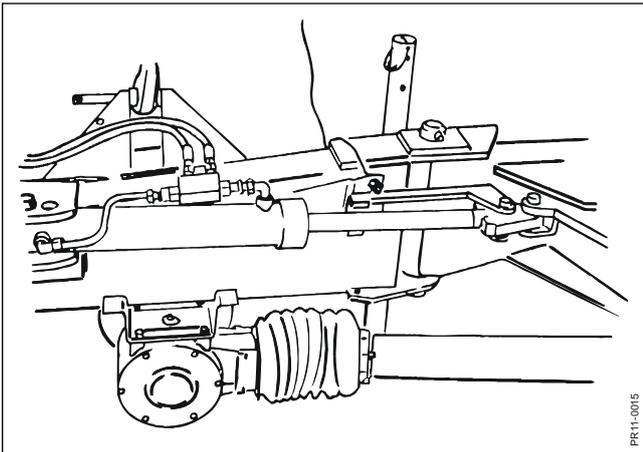

Fig. 2-15
- Fig. 2-15:** Den Schwenkzylinder **G** an ein doppeltwirkendes Steuergerät des Schleppers ankuppeln.